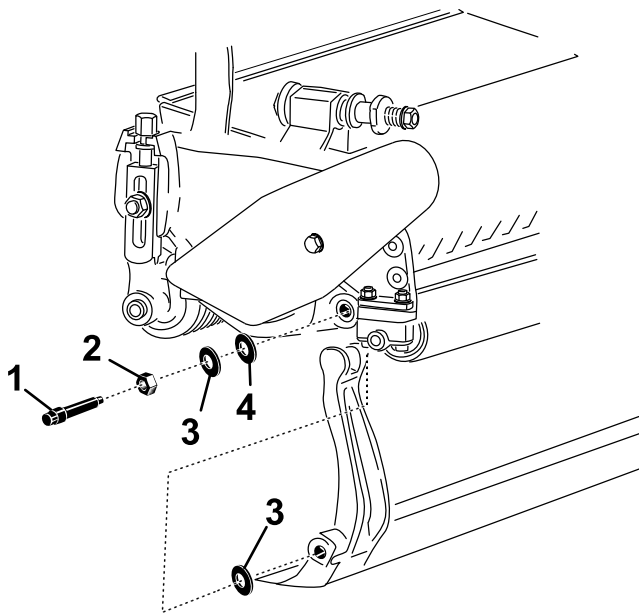

Bild 26
Bewahren Sie die zwei Nylon- und die zwei Scheiben aus gestanzten Stahl an jedem Ende des Untermessers auf (Bild 26).
3. Legen Sie eine Nytonscheibe an jede Seite des Seitenplattenansatzes. Legen Sie eine Stahlscheibe außen auf jede Nytonscheibe (Bild 26).